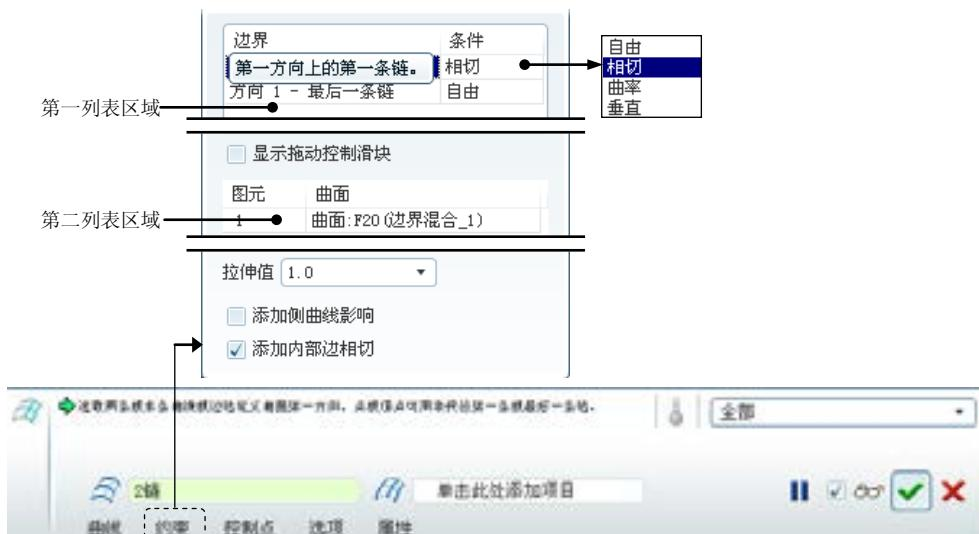

图 6.7.35 操控板
(3) 设置相切。在图 6.7.35 所示的操控板中单击 **约束** 按钮, 在弹出界面的第一列表区域中, 将 **方向 1 - 第一条链** 设置为 **相切**; 然后单击第二列表区域, 在图 6.7.34 所示的模型中